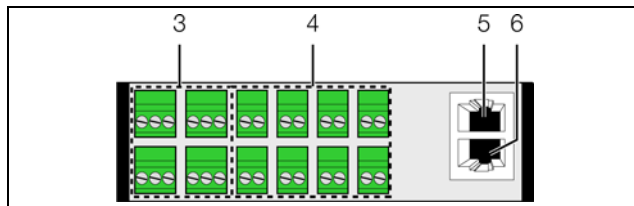

Рис. 9: Задняя сторона блока ввода/вывода
К цифровым входам могут подключаться по одному беспотенциальному перекидному контакту. Таким образом, например, может отслеживаться наличие сигнала неисправности внешнего прибора (рис. 9, поз. 4).
- Соедините блок ввода/вывода кабелем CAN-Bus с интерфейсом CAN-Bus Процессорного блока СМС III или с соседним компонентом в шине CAN-Bus (рис. 9, поз. 5).
■ При необходимости подключите ко второму, свободному интерфейсу CAN-Bus блока ввода-вывода (рис. 9, поз. б) следующий компонент (например, датчик другого типа).